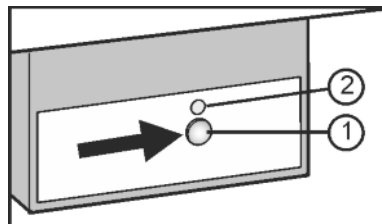

Fig. 20
- ▶ Натисніть кнопку On/Off Fig. 20 (1), щоб засвітився індикатор Fig. 20 (2).